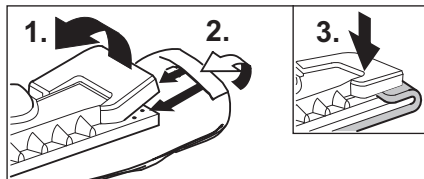

Fig. 12: Sette på gulvkluten
- Fest gulvkluten (H3) på gulvdysen (H1). Fold gulvkluten sammen på langs, og plasser gulvdysen på den. Trekk endene av gulvkluten inn under festeklemmene (H2) (se fig. 12).